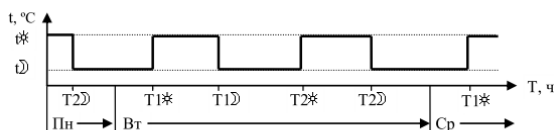

Рисунок 10 - Временной (недельный) график
7.6.1 В режиме “Программа” возможна установка для каждого дня недели до двух периодов, состоящих из начала и конца времени действия уставки температуры $t_{\text{н}}^*$ “Норма” и $t_{\text{д}}^*$ “Ниже” (см. рисунок 10).